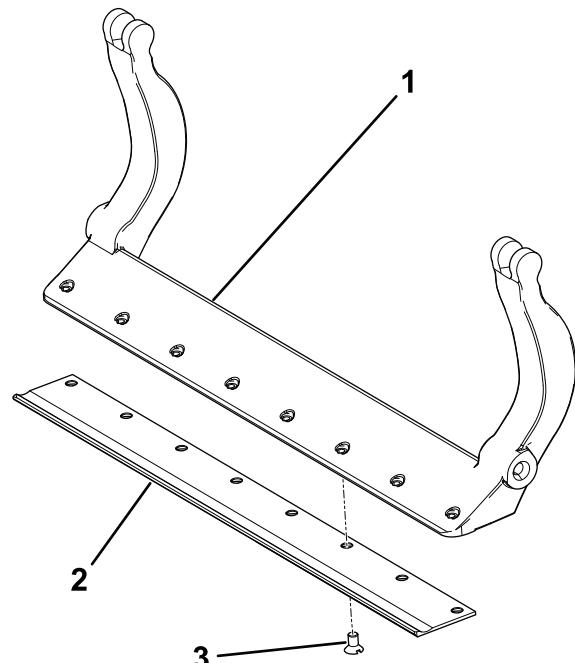

Bild 41
3. Tragen Sie Gewindesicherungslack auf die Schrauben auf und befestigen Sie das Untermesser wie folgt (Bild 41):
4. Legen Sie eine Stahlscheibe außen auf jede Nylonscheibe (Bild 41).